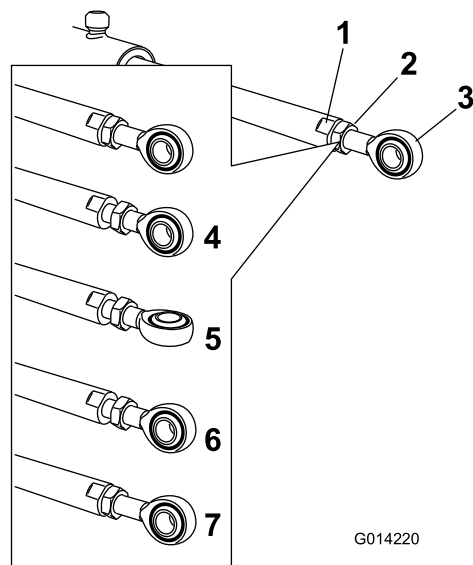

図 102
5. アクチュエータロッドの平たい面にスパナをあてがって回転しないように押さえ、ジャムナットをゆるめて、アiletロッドを調整できるようにする 図 102。
6. アiletロッドを回転させてアクチュエータを希望の長さに調整する 図 102。